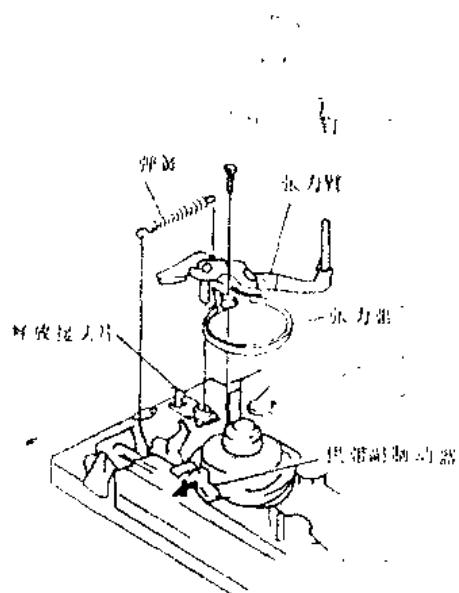

图 1-29
②安装时请检查荷载托架组件的凸起部有否插在滑子中。
(8) 拆卸张力臂/张力带
步骤：①拆卸张力臂和弹簧座之间的弹簧，如图 1-29 所示。
②拆卸张力带固定用螺钉。
③释放张力臂的配件，将供带副制动器向箭头方向移动，卸下张力带和张力臂。
(9) 拆卸带盘驱动齿轮